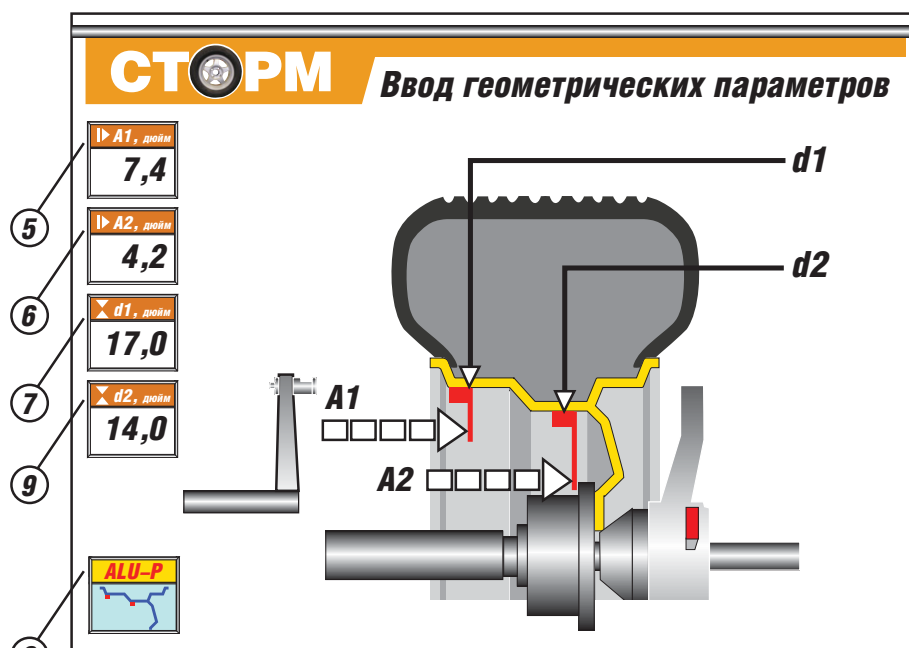

рис. 11.2
11.4.2 Программа ALU-P включается нажатием кнопки ALU после программы ALU-5, включение программы отображается в окне 8. При этом в окне 5 отображается величина A1, в окне 6 – A2, в окне 7 – d1, в окне 9 – d2 (рис. 11.2).